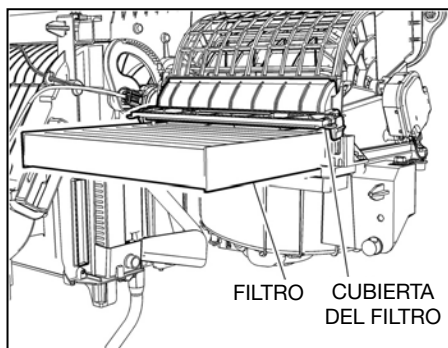

Fig. 25
3. Retire la cubierta del filtro de aire de cabina (ver Fig. 25).